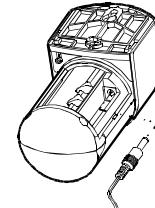

Fig. 10
2. Brancher la fiche de l'adaptateur cc dans la prise du détecteur. Fig. 10.